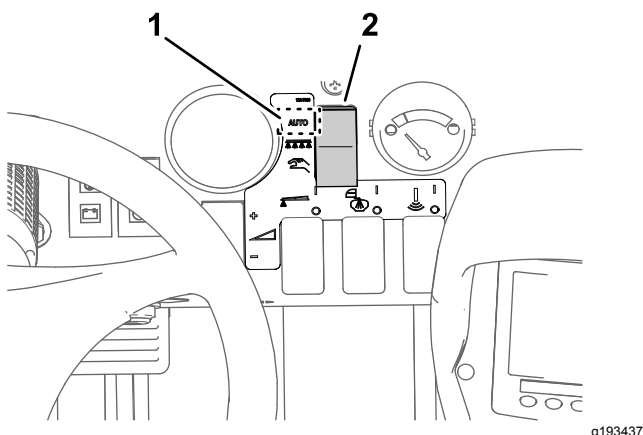

Figura 35
3. Acione o botão do modo de pulverização para o Modo de taxa de aplicação (Figura 35).